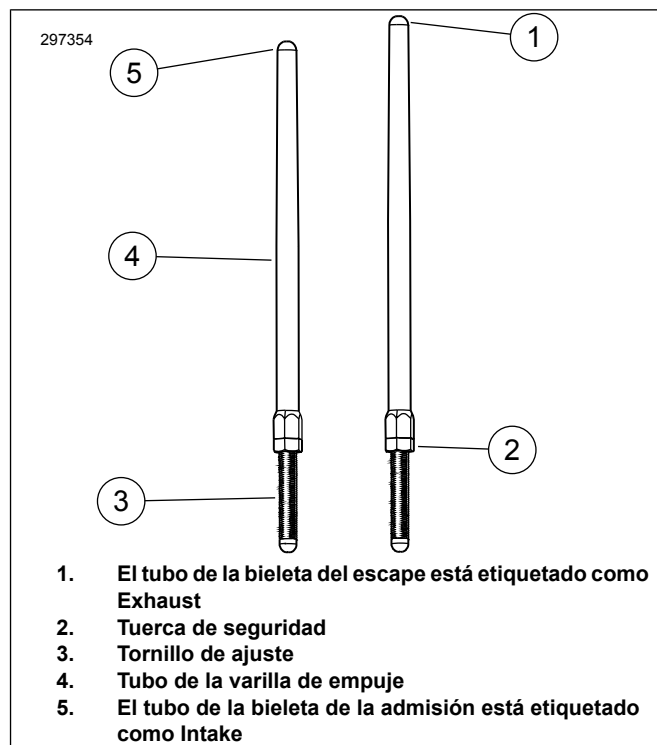

Figura 3. Varilla ajustable
6. Figura 3 Afloje la tuerca de seguridad en todas las varillas de empuje y ajústelas en su longitud más corta.